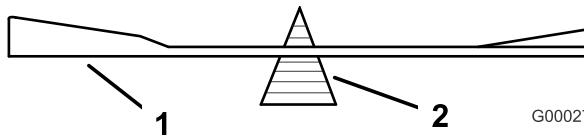

Figure 85
2. Vérifiez l'équilibre de la lame en la plaçant sur un équilibrage (Figure 85).